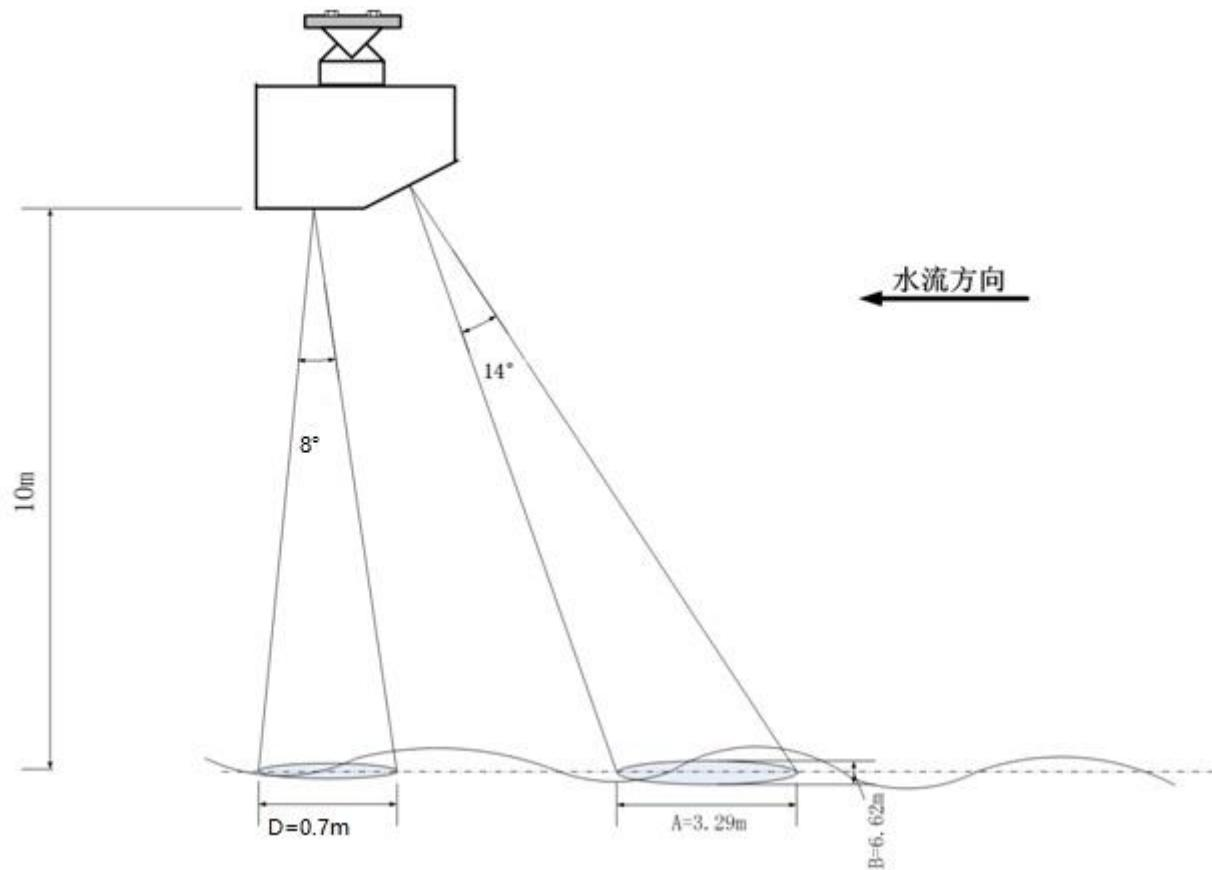

图 2.1 安装 10 米水位计和流速计天线照射区域
流量计集成雷达水位计和雷达流速计，雷达水位计天线波束角为 11×11°，雷达天线角度为 14×32°，水位计照射水面时，照射区域类似一个圆，流速计照射水面时，照射区域类似一个椭圆区域，如图 2.1 所示。
雷达照射水面区域边界与安装高度成正比，表 3.1 给出安装高度对应的波束宽度，水位计和流速计波束照射水面时 A、B、D 参数值（A、B、D 含义见图 2.1，实际安装高度（单位米）乘以下列值即为实际对应参数。
2. 流速计波束建议朝来水方向，如图 2.1 所示，且必须保证流量计水平安装，如果水流面有明显斜坡，必须保证流量计与水流面平行。